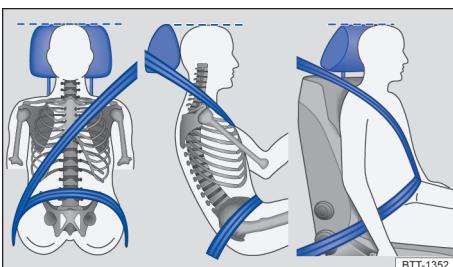

Fig. 34 Posição correta do cadarço do cinto de segurança e ajuste correto do apoio para cabeça.
- Deixar o cinto de segurança sempre plano e sem o cadarço torcido sobre o corpo. Se necessário, esticar um pouco o cadarço do cinto de segurança → Fig. 34.